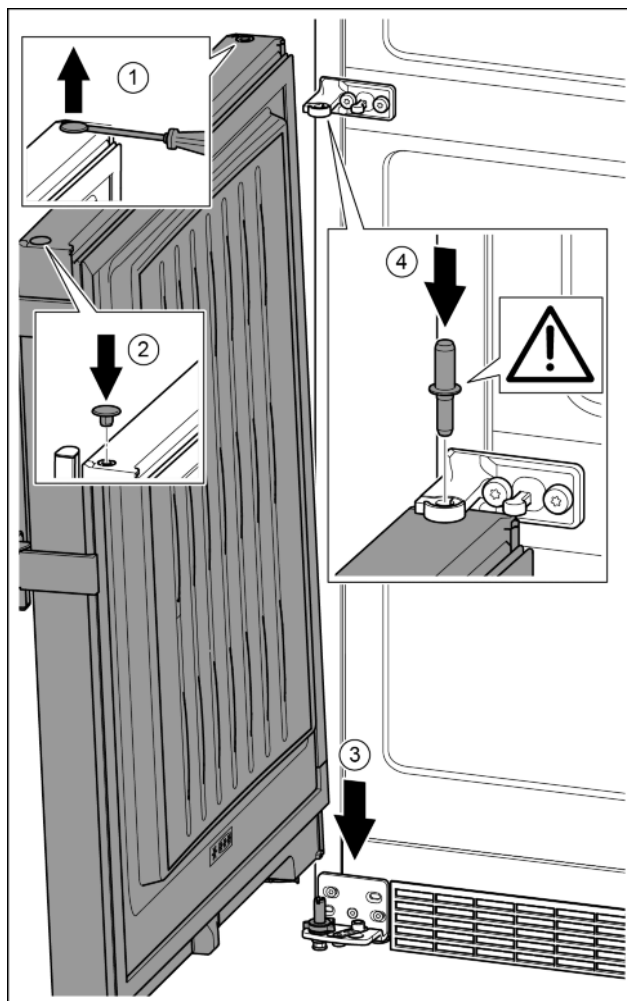

Fig. 21
- Осторожно приподнять шлицевой отверткой заглушку и вынуть ее. Fig. 21 (1)
- Заглушку снова вставить с другой стороны. Fig. 21 (2)
- Установить дверь сверху на нижний опорный палец. Fig. 21 (3)
- Вставить средний опорный палец через средний опорный кронштейн в нижнюю дверь. При этом следить за тем, чтобы выступ фиксатора был направлен назад. Fig. 21 (4)